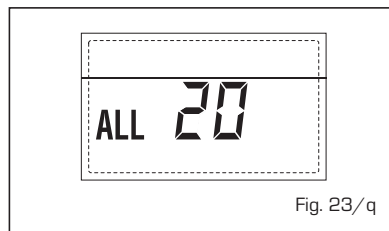

Fig. 23/q
- **ANOMALÍA AVERÍA SONDA IMPULSIÓN PRIMERA ZONA MEZCLADA "ALL 21" (fig. 23/r)**